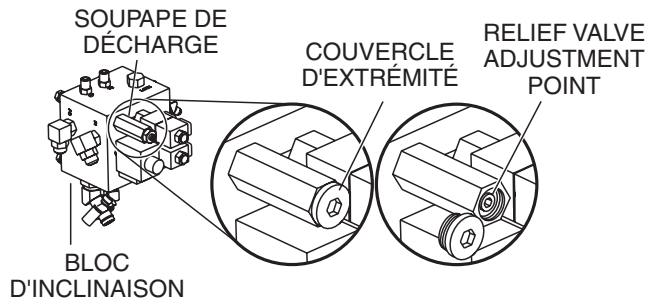

Figure 53. Réglage de la pression d'inclinaison
2. Le moteur éteint (sur OFF), retirer le couvercle d'extrémité (figure 53) sur la soupape de décharge.